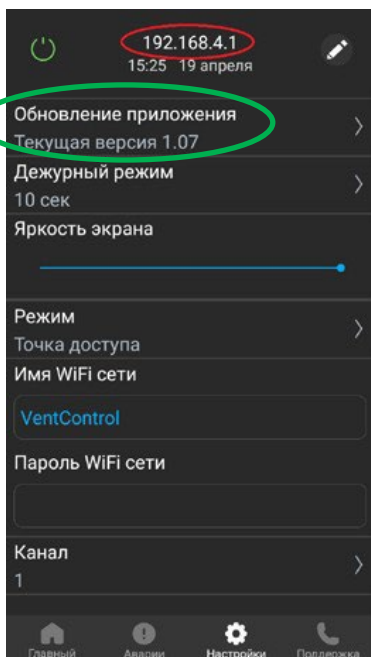
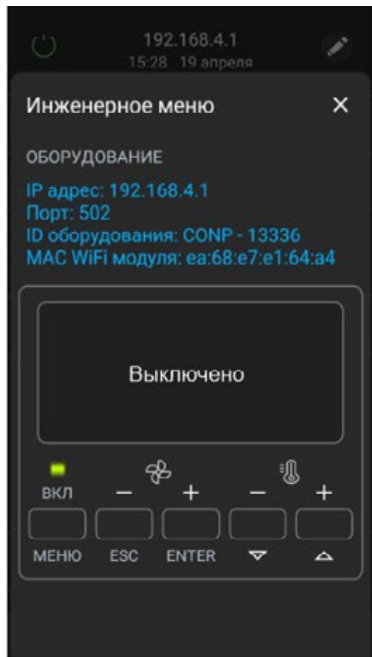

Рис. 6
Рис. 7
1. Перейдите во вкладку «НАСТРОЙКИ» на экране панели, затем нажмите (в течение 3-х секунд) на название «Текущая версия» в верхней части экрана (см. рис. 6, отмечено зеленым) – осуществится переход в «ИНЖЕНЕРНОЕ МЕНЮ» (см. рис. 7). На экране будет написано «Выключено».